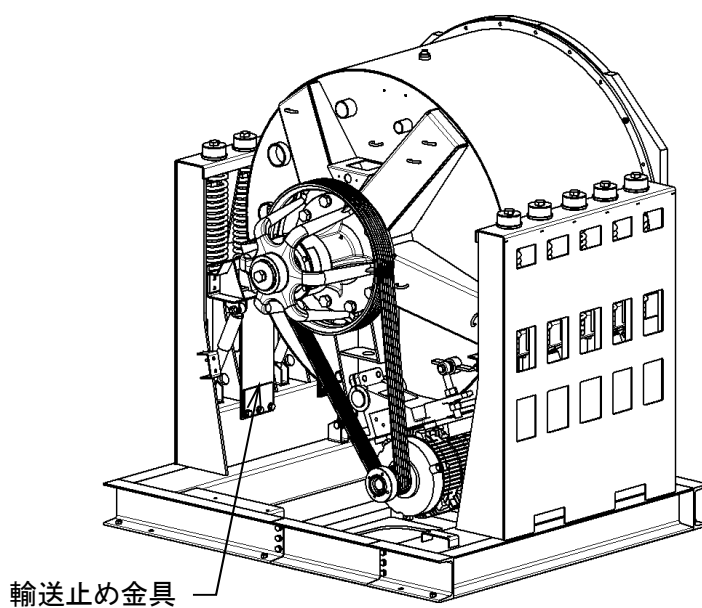

図 4-5
2) 左右計 4 ヶ所の輸送止め金具を全て外します。(図 4-5)